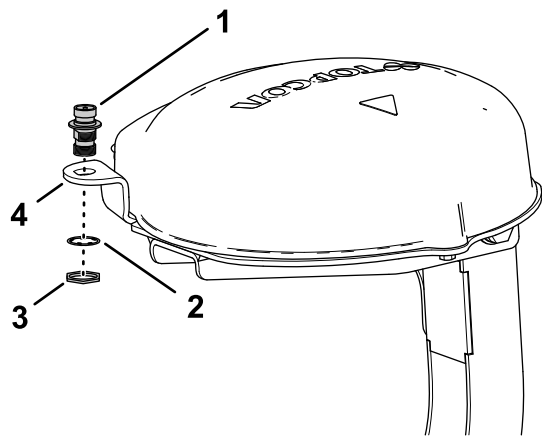

図 159
1. 同軸カップラのねじ部分を下に向けて RTK アンテナ用フランジの開口部に通す 図 159。
2. ロックワッシャとジャムナットで同軸カップラを受信機プレートのフランジに組み付け、ジャムナットを手締めする 図 159。